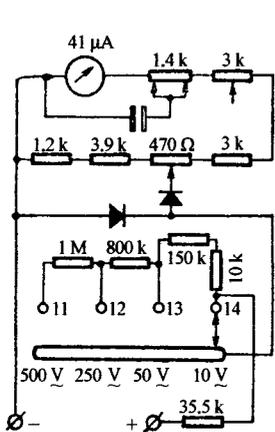

图 1-77 多量程的交流电压表
c. 当刀转到 11~14 的位置,分别测量 0~500 V、0~250 V、0~50 V、0~10 V 的交流电压(见图 1-77)。